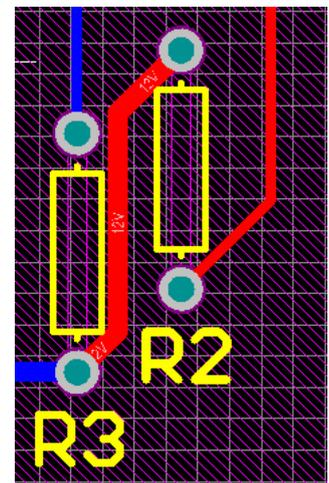

Figure 34. Repositioning components to resolve violations with other 3D bodies.
3. R2 の新しい位置でトラックを再配線します。結果は Figure 34 のようになります。